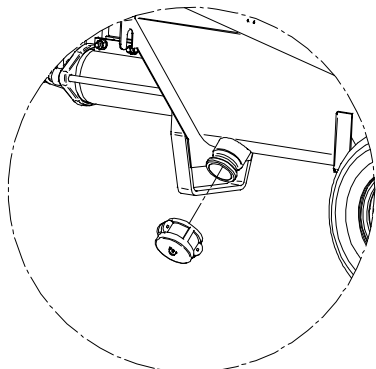

РИС. 11
- Снимите заглушку, установленную под бункером (Рис. 11), и тщательно промойте машину водой, начиная с устройства для сплющивания мешков, если таковое имеется.
В случае минимальной вероятности минусовой температуры откройте заглушку бункера, отсоедините рукава и полностью слейте воду (Рис. 11).